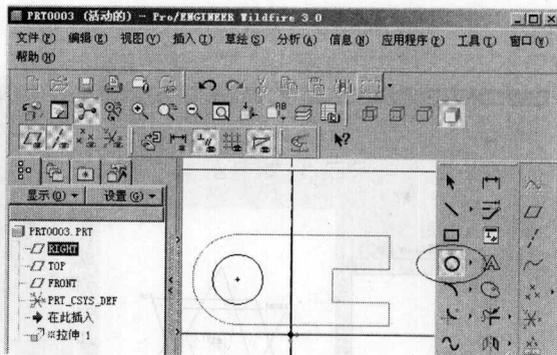

图 1-15 绘制圆
(6) 单击  按钮, 接着在圆弧的圆心上单击选择圆心。移动鼠标到适当位置后, 再单击选择半径, 最后双击结束绘图指令, 如图 1-15 所示。